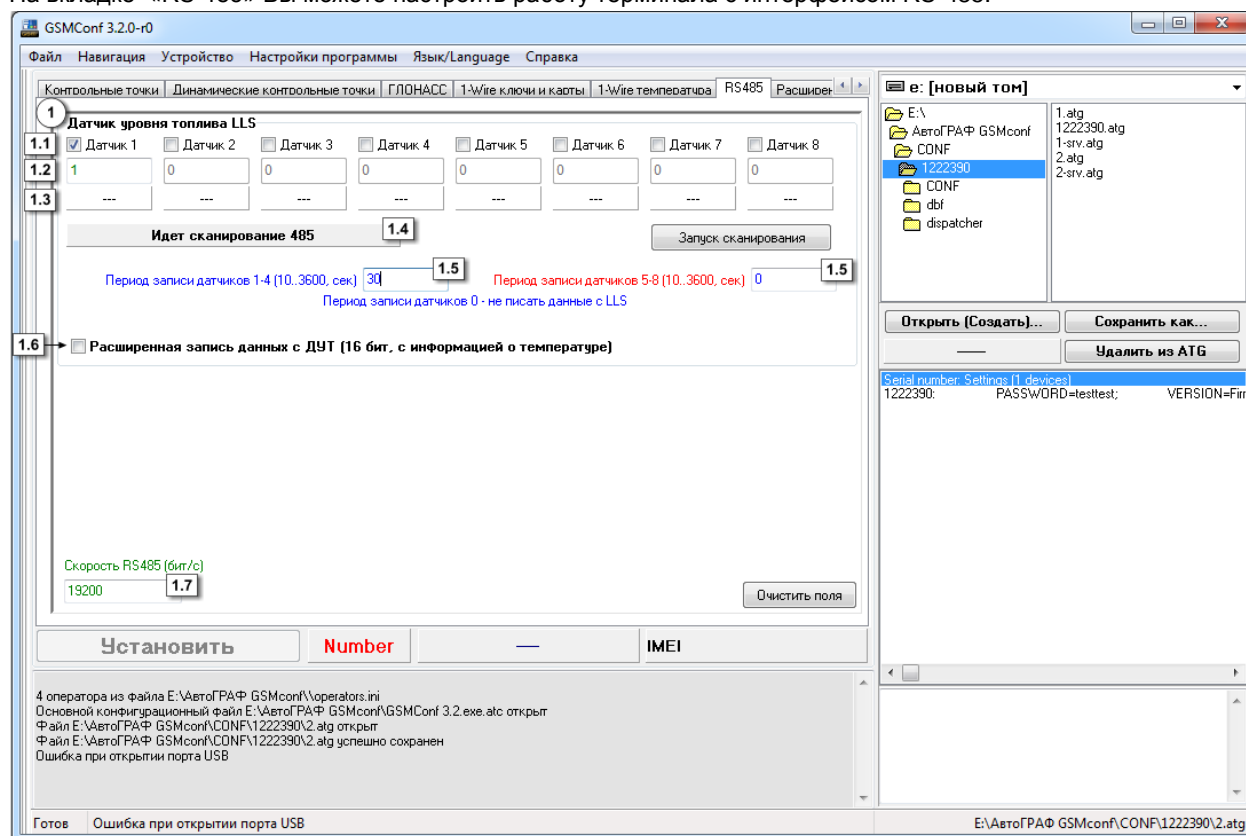

Рис.24 – RS-485.
**Кнопка «Запуск сканирования»** - при нажатии кнопки запускается сканирование шины CAN. Повторное нажатие кнопки останавливает сканирование. Если включена опция «Сканировать непрерывно» (Рис.24, п.1.6), сканирование будет идти непрерывно. Процесс сканирования отображается в поле «Идет сканирование CAN».